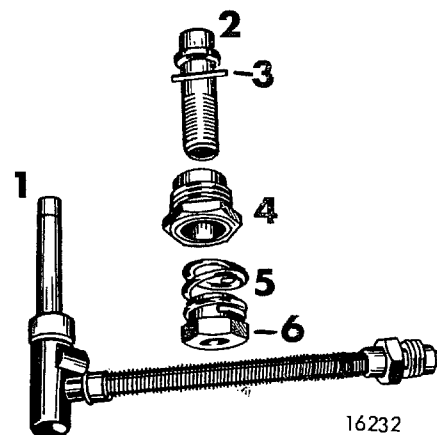

Fig 03-12. Munstycke, isärtaget
4. Ta bort justermuttern och låsmuttern samt munstyckshylsan, se fig 03-12.
2. Ta bort justermuttern och fjädern, se fig 03-12. Lossa låsmuttern så att hylsan kan förskjutas.